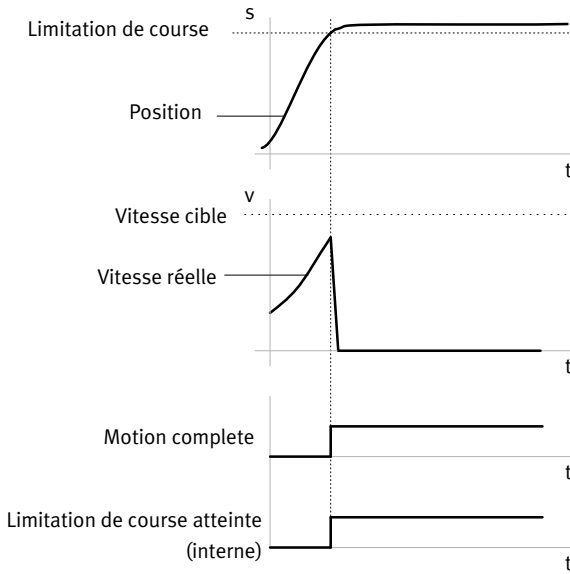
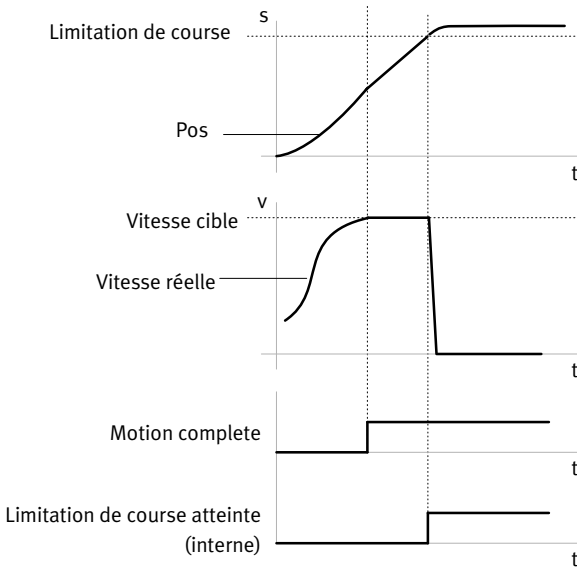

Fig. 2.6 Limitation de course atteinte avant avoir atteint la vitesse cible – exemple
Fig. 2.7 Limitation de course atteinte après avoir atteint la vitesse cible – exemple
– La limitation de course est d'abord atteinte	Le signal "Limitation de course" est fixé. L'actionneur est freiné avec la décélération Quick Stop paramétrée. Bien que la vitesse cible ne soit pas encore atteinte, le signal "Motion Complete" est fixé (→ Fig. 2.6 et Fig. 2.7) Mode de fonctionnement asservi : l'actionneur reste positionné sur la position cible et est maintenu sur la position avec le courant de maintien réglé. Mode de fonctionnement régulé : l'actionneur reste régulé (régulation positionnelle).